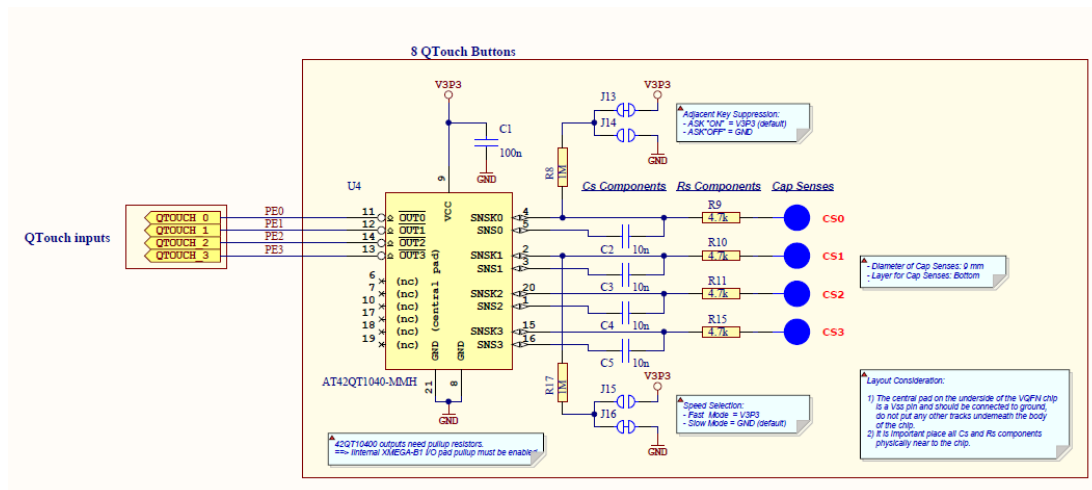

Figura 61 Acondicionamiento de señal sensores Qtouch.
La señal que proviene de cada pulsador QTouch pasa por un circuito integrado (IC) AT42QT1040 que acondiciona la señal. La Figura 61 muestra el circuito esquemático correspondiente a este acondicionamiento de señal. Las salidas del IC AT42QT1040, están conectadas a los pines 0 a 3 del PORTE del microcontrolador ATXMEGA128B1. Son señales activas en bajo, de colector abierto.